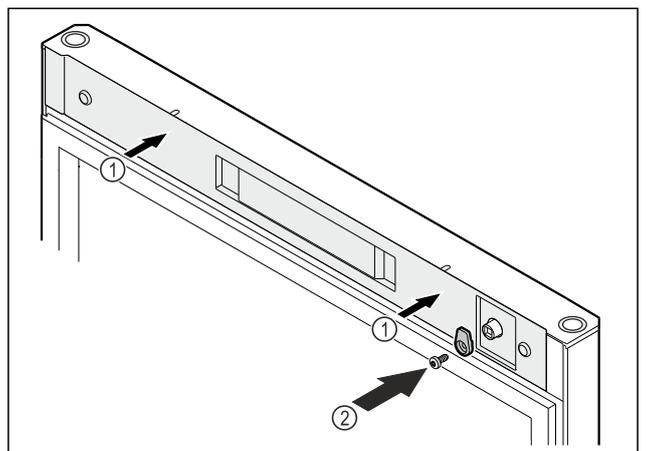

Fig. 55
- ▶ Colocar la cubierta Fig. 55 (1).
- ▶ Atornillar el gancho de cierre Fig. 55 (2).